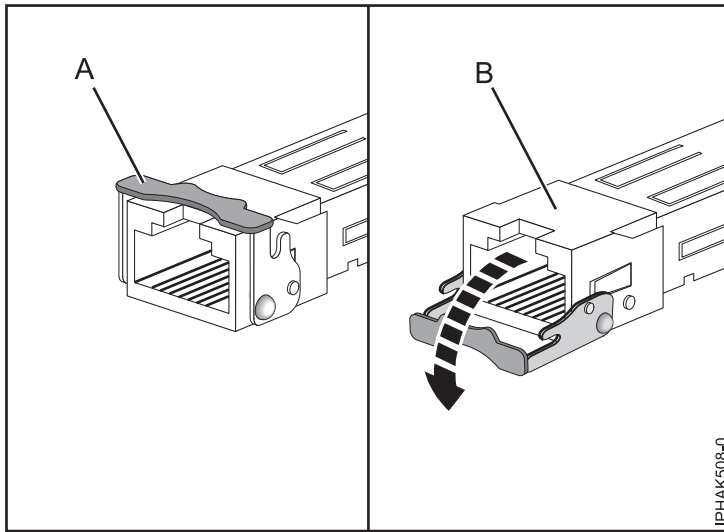

図 11. アダプターからの SFP トランシーバーの取り外し
注: イーサネットまたはファイバー・チャネル・アダプターの FRU によっては、テール・ストックを取り外すために、SFP (small form-factor pluggable) トランシーバー (ある場合) の取り外しが必要な場合があります。26 ページの図 11 に示すように、平らな帯電防止された場所に平らにカードを置き、ラッチ (A) をカードから離すように下向きに回転させて開きます。トランシーバー (B) をアダプター・ハードウェアから引き出します。他のトランシーバーについてもこの手順を繰り返します。